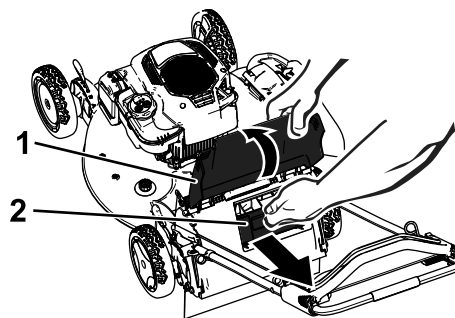

Figure 33
1. Soulevez le volet arrière et gardez-le dans cette position (Figure 33).
2. Retirez l'obturateur d'éjection arrière (Figure 33).